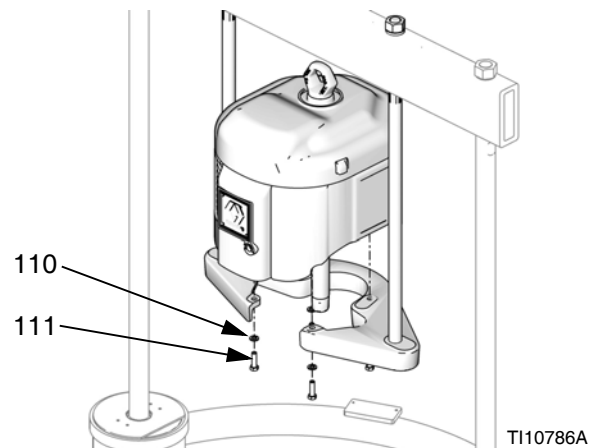

FIG. 26 : NXT sur D200 avec petit cylindre
4. Placez le plateau de montage (109) de façon à ce que le haut du moteur soit dégagé par rapport à la barre transversale. Consultez la FIG. 26. A l'aide d'un palan, fixez le moteur sur le plateau de montage (109) en utilisant les vis (111) et les rondelles (110).